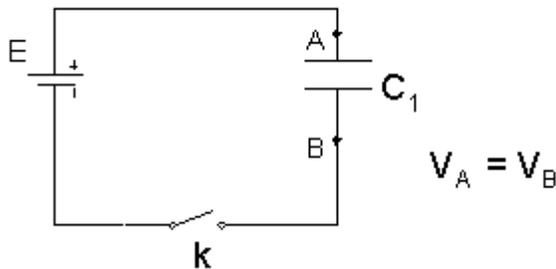

Figura 2.3: Circuito en el que C no se carga
2. Para que la carga (+) pueda enfrentarse a la (-) es preciso que haya un circuito exterior que permita este movimiento de cargas. En el ejemplo de la Figura 2.3 el condensador no se carga, puesto que el interruptor abierto impide la creación de una corriente. Por lo tanto, la tensión de ambas placas será la misma: $V_A = V_B$